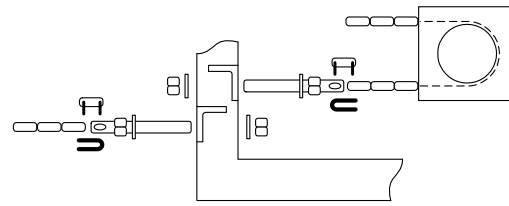

Figura 19
2. Asegure los soportes de cadena a la puerta como se muestra en figura 19. Los soportes de cadena deben estar sujetos al marco de la puerta a fin de que estén aproximadamente una (1) pulgada aparte.
4. Sujeté la cadena a los pernos de cadena usando las conexiones maestros suministrados, y luego sujete los pernos a los soportes de cadena usando el material suministrado (figura 19). Haga cualquier ajuste a la longitud de la cadena en este momento.